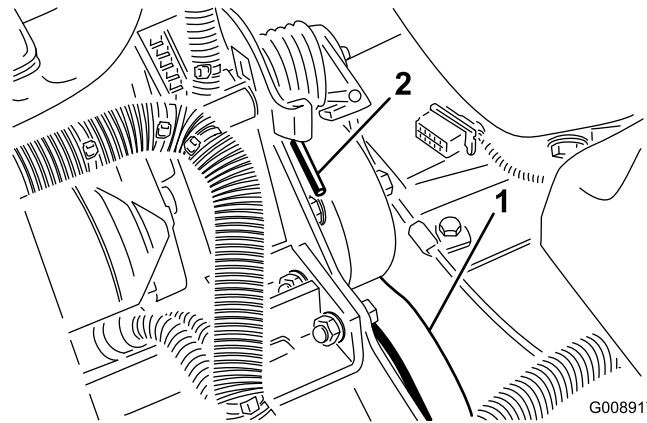

Figura 53
2. Empuje hacia adelante y hacia abajo sobre el extremo del muelle (Figura 53) para desengancharlo del soporte y liberar la tensión.